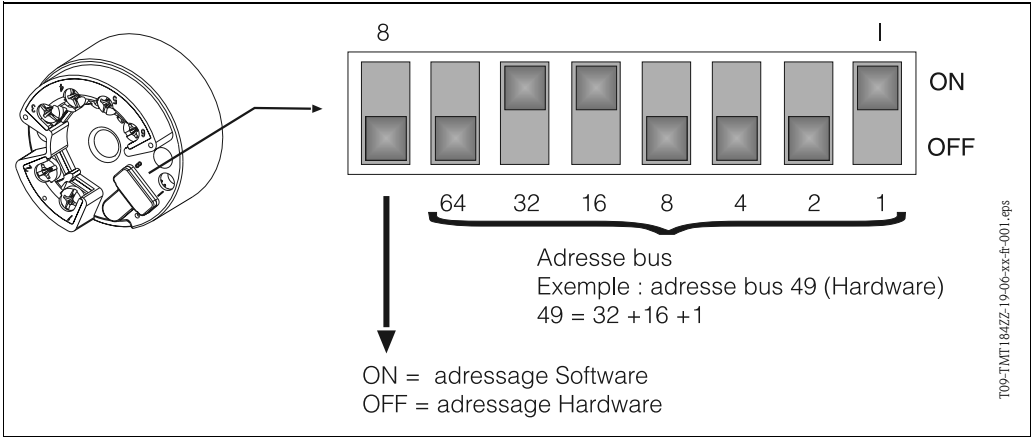

Fig. 6.1: Adressage à l'aide des micro-commutateurs
**Adressage PROFIBUS-PA® sur micro-commutateur (en option, → Fig. 6.1)**